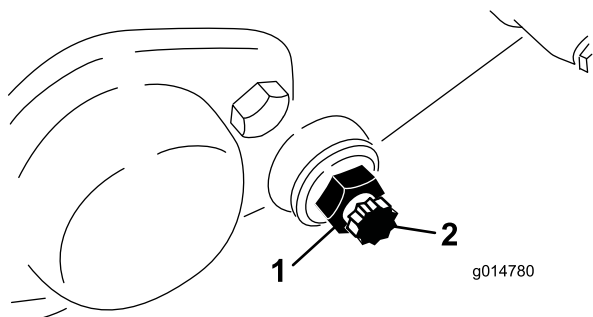

Bild 56
- Lösen Sie an jeder Seite der Maschine die Klemmmutter, mit der die Schraube des Untermesserträgers befestigt ist (Bild 56).
- Nehmen Sie jede Schraube des Untermesserträgers ab, damit der Untermesserträger nach unten gezogen und von der Maschine entfernt werden kann. Bewahren Sie die beiden Nylon- und die beiden Scheiben aus gestanzten Stahl an jedem Ende des Untermesserträgers auf (Bild 56).